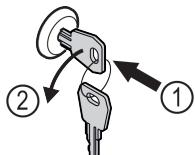

Fig. 207
- Вставьте ключ. Fig. 207 (1)
- Поверните ключ на 90° против часовой стрелки. Fig. 207 (2)